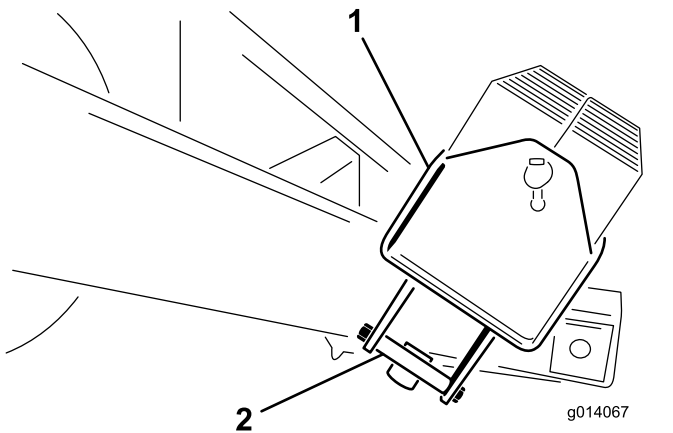

Figure 5
2. Retirez les boulons ( $\frac{1}{2}$ " x  $5\frac{1}{2}$ "") du support de montage du boîtier des masses. Mettez les supports de montage au rebut (Figure 5).